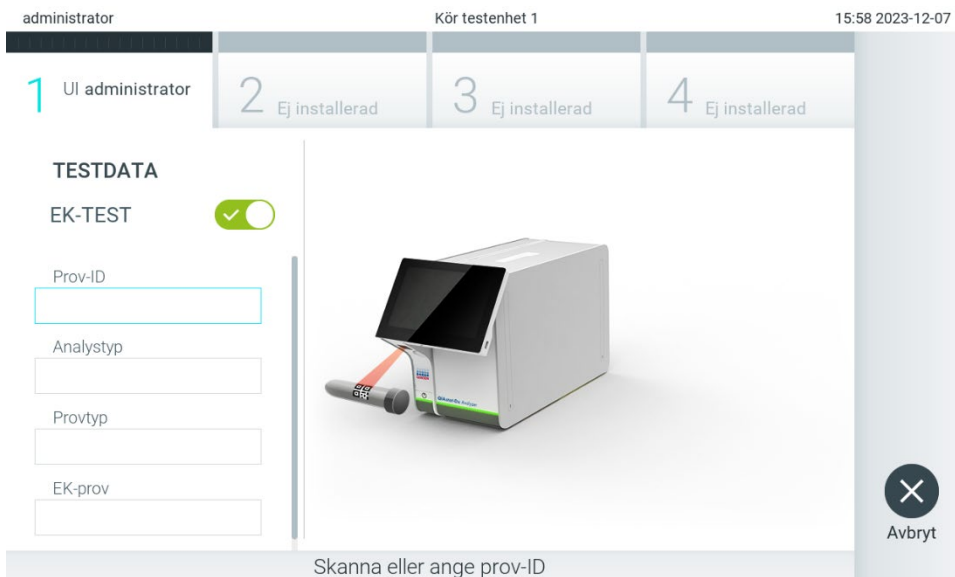

Bild 92. Aktivera radioknappen för EK-test för att aktivera ett EK-test.
2. Aktivera radioknappen EC Test (EK-test) (bild 92).
3. Skanna provets ID-streckkod med hjälp av streckodsläsaren som är integrerad i driftsenheten när du uppmanas till det (bild 92)